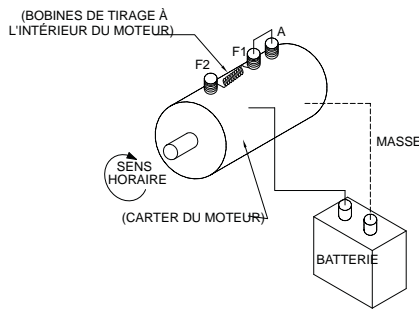

FIGURE 1
Test des solénoïdes (cf. figure 1).
1. Branchez un fil de connexion temporaire (de calibre 6 minimum) des bornes F-1 à « A » du moteur (cf. figure 1).
2. Reliez la borne de batterie positive (+) à la borne de moteur F-2 au moyen d'un autre fil (de calibre 6 minimum). Mettez la borne négative de la batterie (-) à la masse sur le carter du moteur (cf. figure 1). Le moteur doit alors fonctionner.